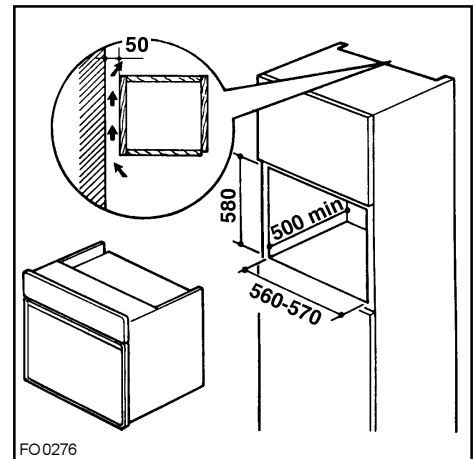

Fig. 10
- Encastrement dans un meuble colonne: fig. 10